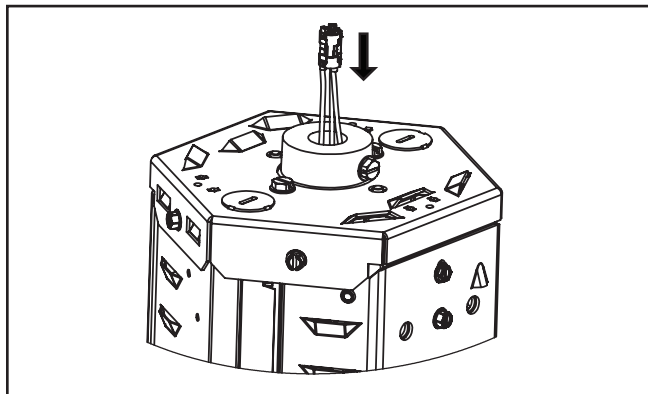

Figura 1.
1. Empuje los cables hacia el interior del alojamiento. (Figura 1.)